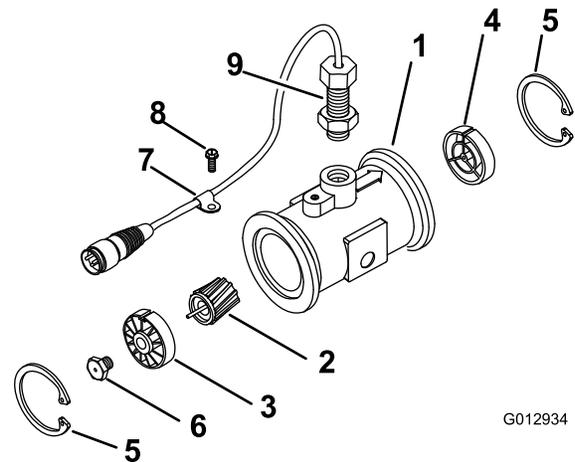

Figure 54
3. Déposez la bague de retenue en amont (Figure 54).